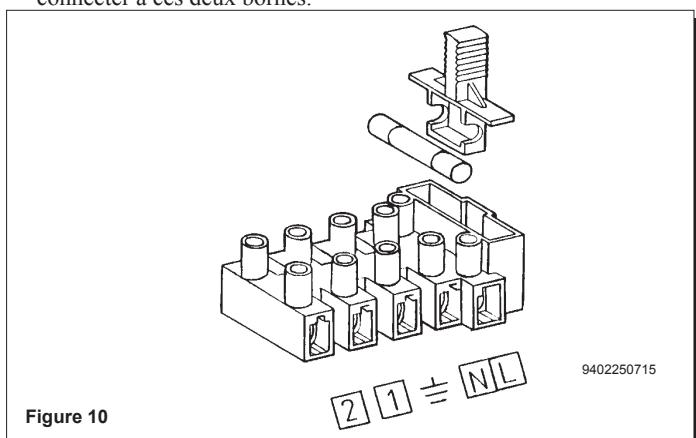

Figure 10
- accéder au bornier d'alimentation (figure 10) comme indiqué au chapitre précédent;
- enlever le shunt présent sur les bornes (1) et (2);